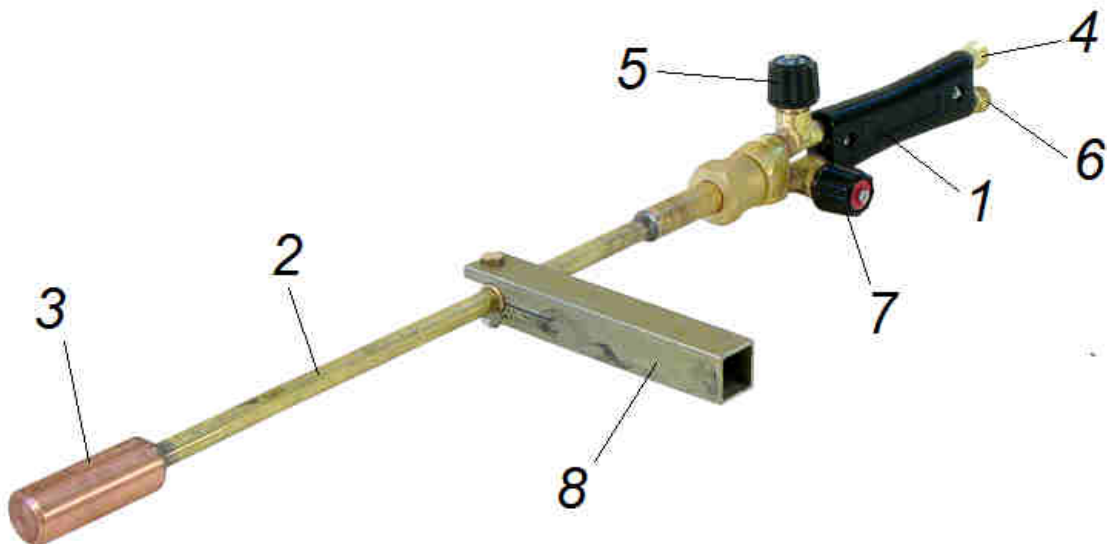

Рис.1. Горелка ГП-1 Ротор
4.1 Внешний вид и состав горелок ГП-1 см. Рис.1.